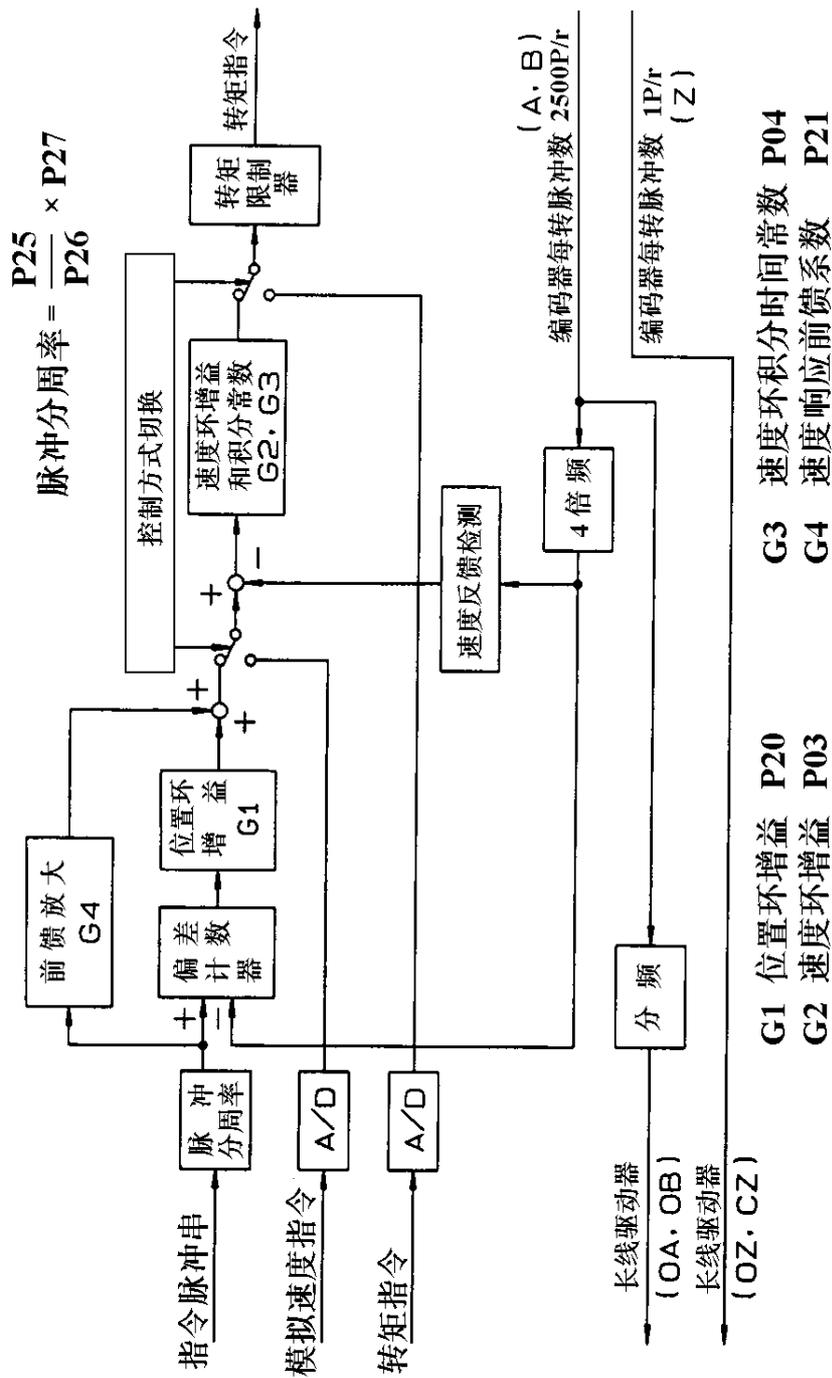

图 10-1 控制框图
- 尽管松下 MSD 是全数字式交流伺服，但对增益的调节来说，可以参考模拟伺服系统（示意图如图 10-1 所示）。